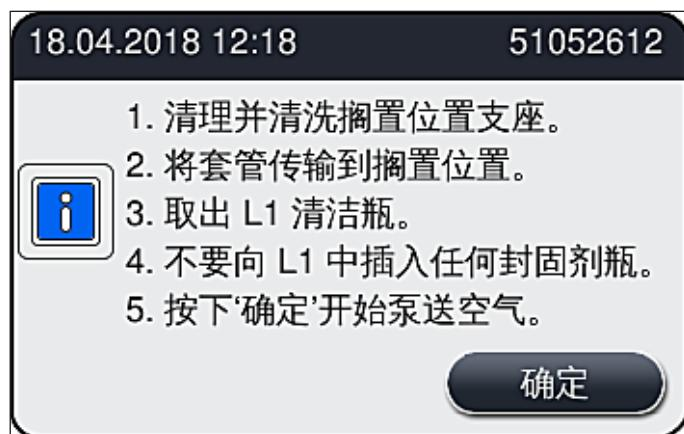

图 105
- 请注意下一条其中包含说明的信息消息 (→图 105), 并使用确定按钮确认。